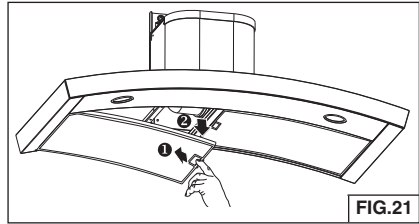

FIG.21
1. Para retirar el filtro de GRASAS, tire de la lengüeta del pestillo para desprender el filtro de la campana. Incline el filtro hacia abajo y retírelo. Fig. 21.
2. Para instalar el filtro de GRASAS, alinee las lengüetas posteriores del filtro con las ranuras de la campana. Tire de la lengüeta del pestillo, coloque el filtro en su posición y libérela. Asegúrese de que el filtro quede bien conectado después de la instalación. Fig. 21.